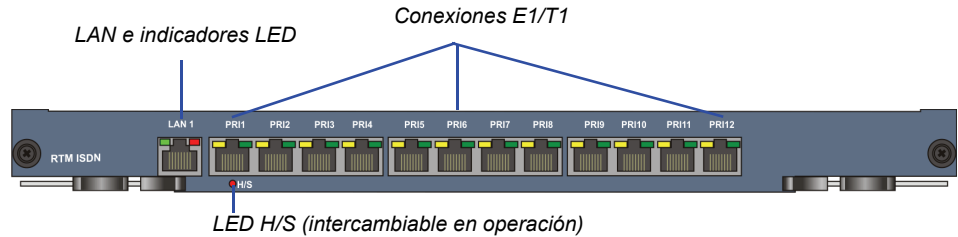

Figura 1-12 Disposición del RMX 4000 panel trasero de la RTM ISDN
- Se puede conectar 7 líneas E1 o 9 T1 en cualquiera de las 12 conexiones, según se muestra en Figura 1-12